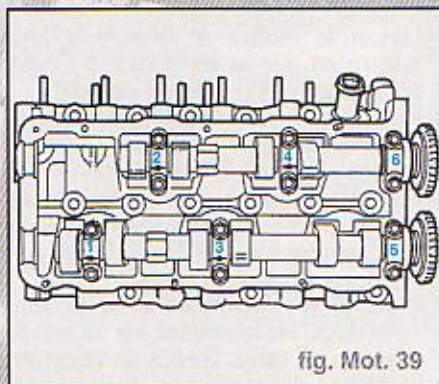

fig. Mot. 39
- Pour l'arbre à cames long (fig. Mot. 39) :